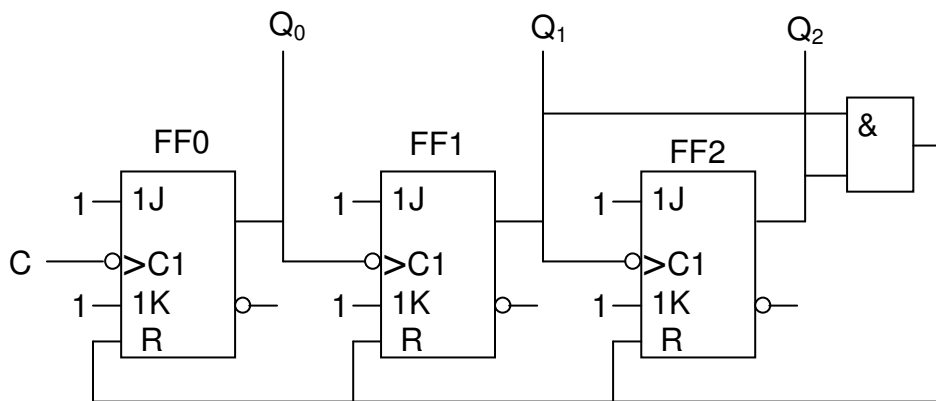

Bild 1.1.3
- 1.1.3 Analysieren Sie den im Bild 1.1.3 dargestellten Zähler in Bezug auf Funktionsweise (synchron oder asynchron), Zählrichtung und Zählumfang. (2 BE)
- 1.1.4 Zeichnen Sie auf dem Arbeitsblatt für den im Bild 1.1.3 dargestellten Zähler das Diagramm für neun Taktimpulse. (2 BE)
- 1.1.5 Skizzieren und beschriften Sie auf dem Arbeitsblatt einen Zähler, der in umgekehrter Zählrichtung arbeitet als die Schaltung im Bild 1.1.3. Der Zählumfang soll jetzt 0 ... 7 bzw. 7 ... 0 betragen. (2 BE)